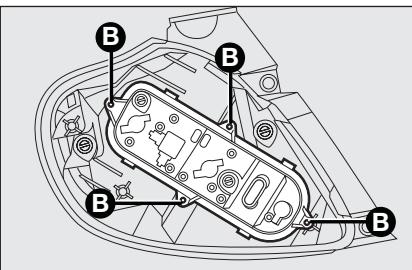

fig. 20
- extraiga el soporte de la bombilla de su asiento liberándolo de los enganches de cierre **B**-fig. 20;